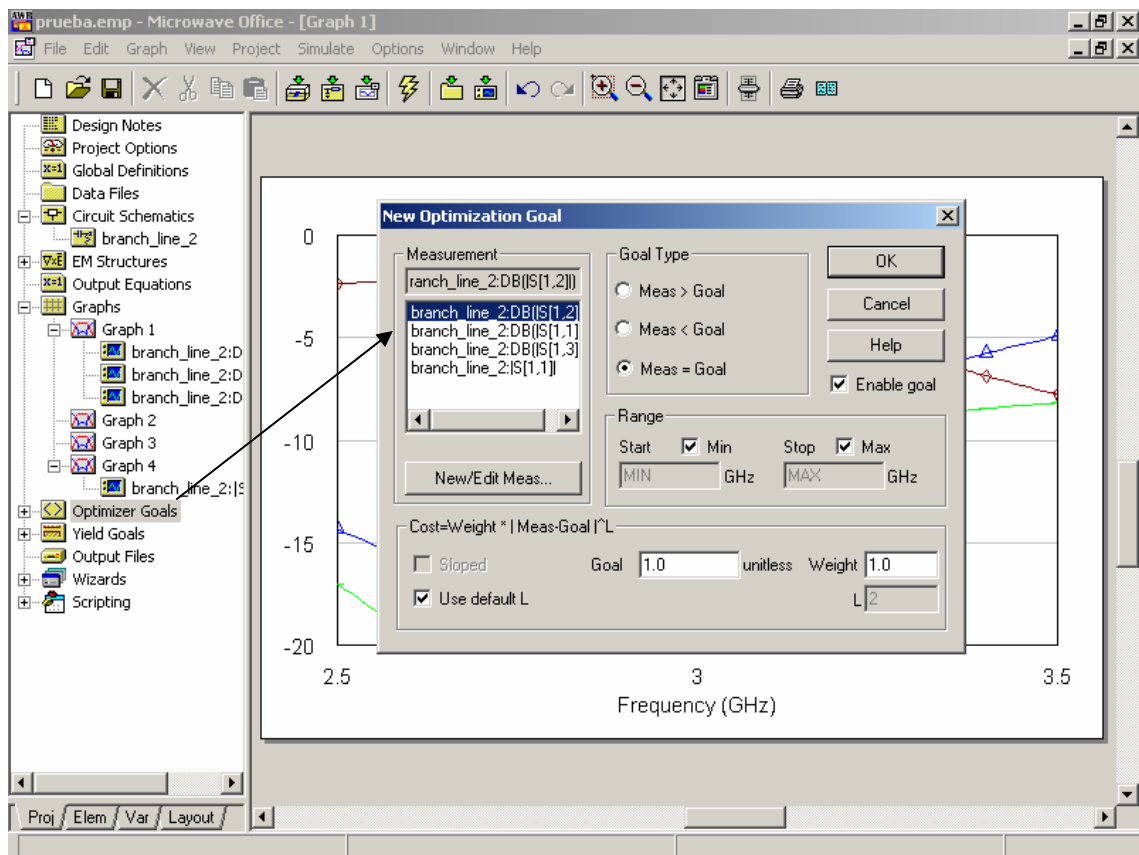

Figura 11
- **Objetivos del optimizador:** una vez seleccionados los parámetros, se pincha con el botón derecho del ratón en la opción *Optimizer Goals* del *Project Browser*. Aparece entonces un cuadro de diálogo como el de la figura 11. Hay que especificar, entonces, qué parámetro de los medidos se desea optimizar, y dar el valor que se desea alcanzar, en torno a un punto de frecuencia en concreto,